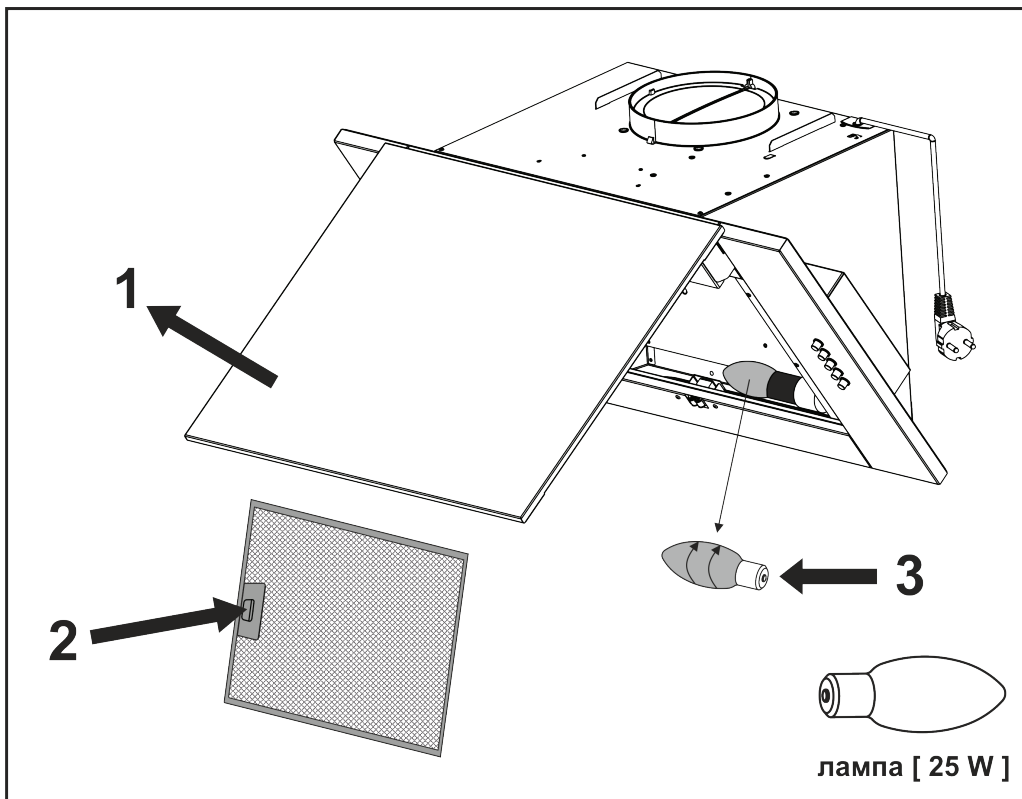

Рис.7
8.9 На вытяжке установленная лампа накаливания для подсветки рабочей зоны плиты. Перед началом замены лампы освещения необходимо отключить вытяжку от электросети, дать возможность остыть лампе. Для замены лампы необходимо открыть **декоративную панель 1**, снять алюминиевый фильтр нажав на **пружинную защелку 2**, удерживая держатель патрона, слегка надавить на **лампу 3** в направления патрона и, повернув ее против часовой стрелки, вынуть из корпуса вытяжки (**рис.7**).